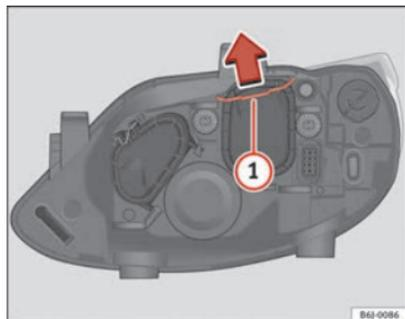

Fig. 155 Feux de croisement
- Déplacez le tirant ⇒ fig. 155 ① dans le sens de la flèche puis retirez le cache.